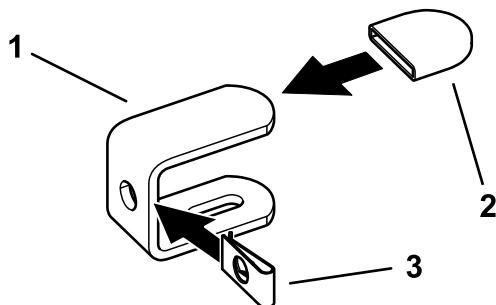

Figura 1
2. Installate un tappo e una piastrina per vite autofilettante su ciascuna staffa di montaggio (Figura 1)